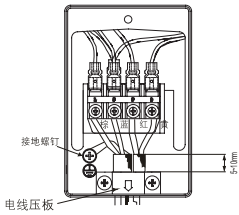

图 24
- 把室外机组中连接电缆按图24所示正确地牢固连接。(紧固力矩8~15kgf·cm)
- 必须将黄/绿线如图24所示接至侧面板上带有“⊕”标志的接地螺钉上。